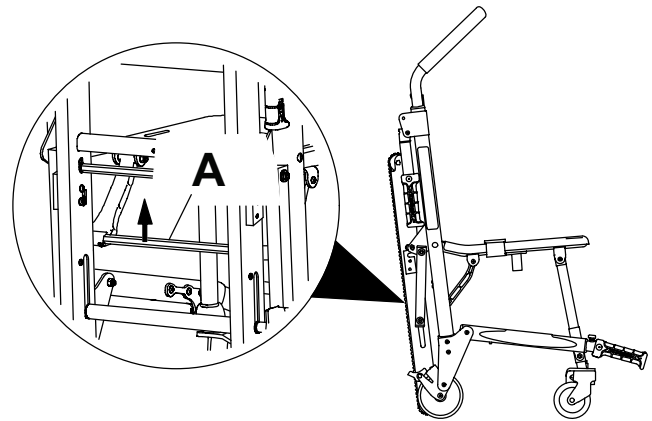

Figura 2 – Chiusura della sedia
4. Tirare verso l'alto la barra di blocco ripiegabile (rossa) (A) che si trova sul retro della sedia (Figura 2).